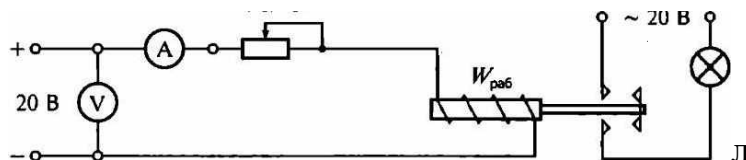

Рис. 11.2. Схема ЭЦ для испытаний электромагнитного устройства на постоянном токе
3.3. Собрать ЭЦ в соответствии с рис. 11.2. Ручку «Рег. IW» установить в крайнее положение по часовой стрелке (соответствует минимальному значению тока). После проверки схемы преподавателем включить питание стенда, при этом должны загореться соответствующие сигнальные лампы, показанные на рис. П. 3 приложения.